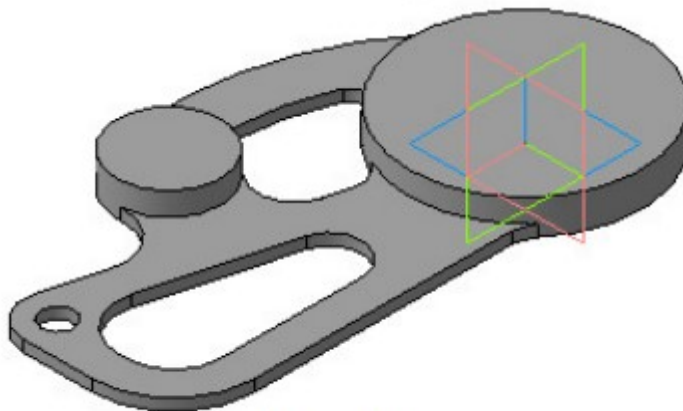

Рис. 10.5
- выдавите созданный эскиз на 10 мм (рис. 10.5);